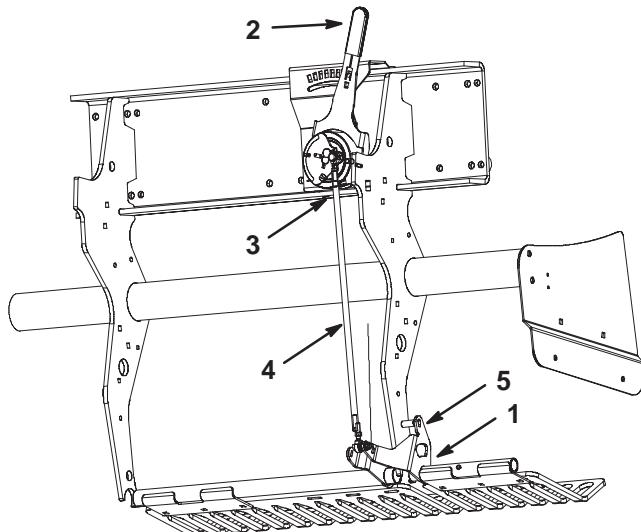

Figure 54
1. Tournez le support du déflecteur d'herbe gauche (Fig. 54) jusqu'à ce que la goupille de sécurité (mèche ou vis de 5/16) puisse être introduite entre le support et le tube de réglage de profondeur soudé au châssis.
2. Placez le sélecteur de protection du sol (Fig. 54) à la position "H" (profondeur maximale).
3. Débranchez le commutateur sphérique (Fig. 54) du faisceau de câblage (commutateur d'abaissement de tête).
4. Desserrez les écrous de blocage (gauche et droit) sur la biellette de réglage de profondeur (Fig. 54).